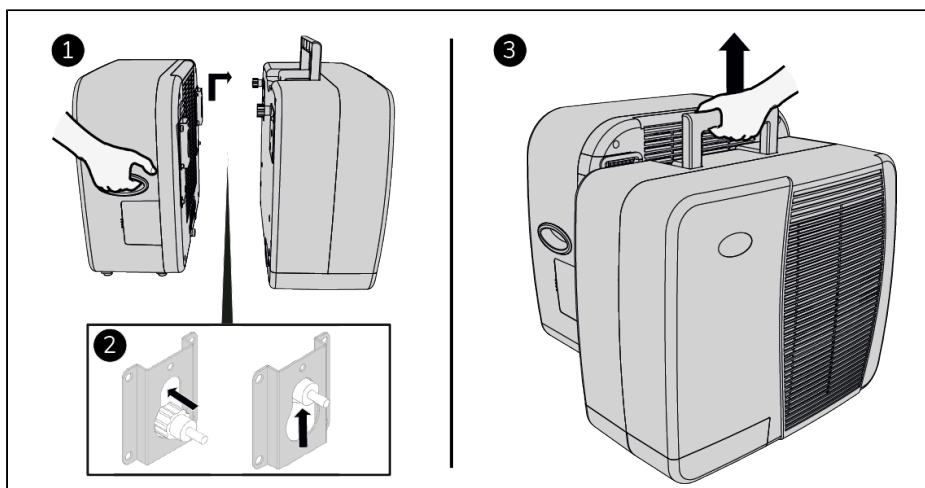

Figure 133.
5. Hekt innendørsenheten på utendørsenheten for enkel transport (Figure 133).